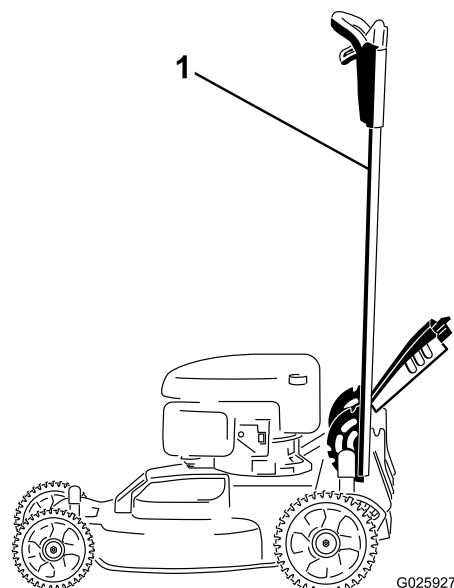

Рисунок 41
1. Зафиксируйте рукоятку в вертикальном положении (Рисунок 41); см. Регулировка высоты рукоятки (страница 13).